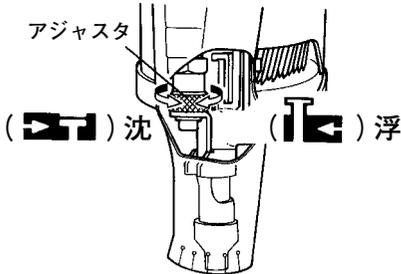

図 24
(1) アジャスタの調整 (図 24)
- 試し打ちし、釘が沈みすぎるときはアジャスタを浮く方(マーク ) に回します。釘の頭が浮くときはアジャスタを沈む方(マーク ) に回します(図 24, 25)。